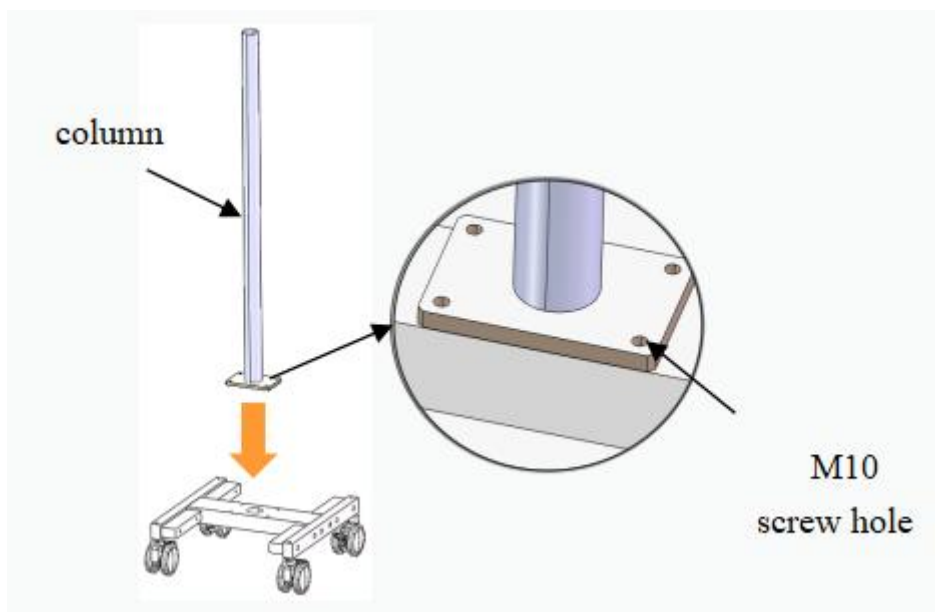

Рис. 11.1.2 Монтаж стойки
2) Поставьте стойку на поперечную перекладину, выровняйте с центральным отверстием, как показано на рис. 11.1.2, с помощью прилагаемого ключа № 8 закрутите четыре винта M10.